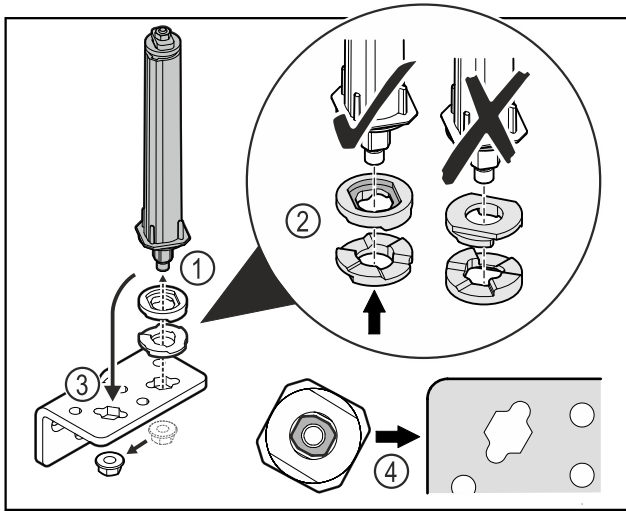

Fig. 38
- ▶ Moer losmaken en deursluitstelsysteem verwijderen Fig. 38 (1).
- ▶ De correcte uitlijning van de hoogte-instelschijven in acht nemen Fig. 38 (2).
- ▶ Deursluitstelsysteem in de scharnierhoek verplaatsen en met de moer vastzetten Fig. 38 (3).
- ▶ Bij het plaatsnemen de correcte uitlijning van het deursluitstelsysteem in acht nemen Fig. 38 (4).